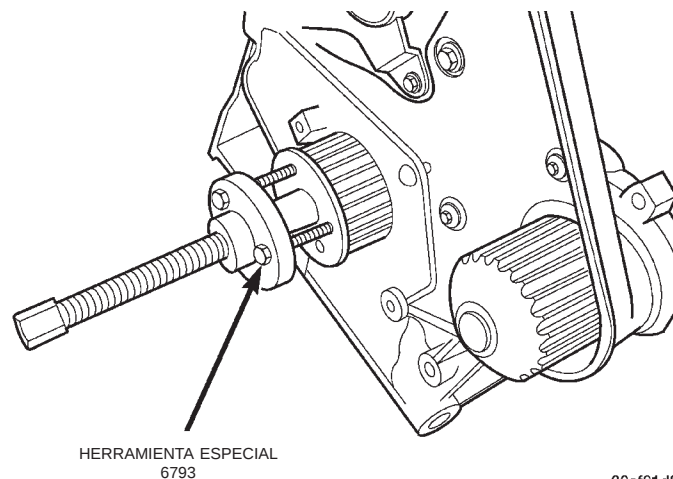

Fig. 109 Rueda dentada del cigüeñal—desmontaje
- (1) Desconecte el cable negativo de la batería.
- (2) Retire la correa de distribución. Consulte el procedimiento en esta sección.
- (3) Retire el colector de aceite. Consulte el procedimiento en esta sección.
- (4) Retire la rueda dentada del cigüeñal con la herramienta especial 6793 y el encastre C4685-C2 (Fig. 109).